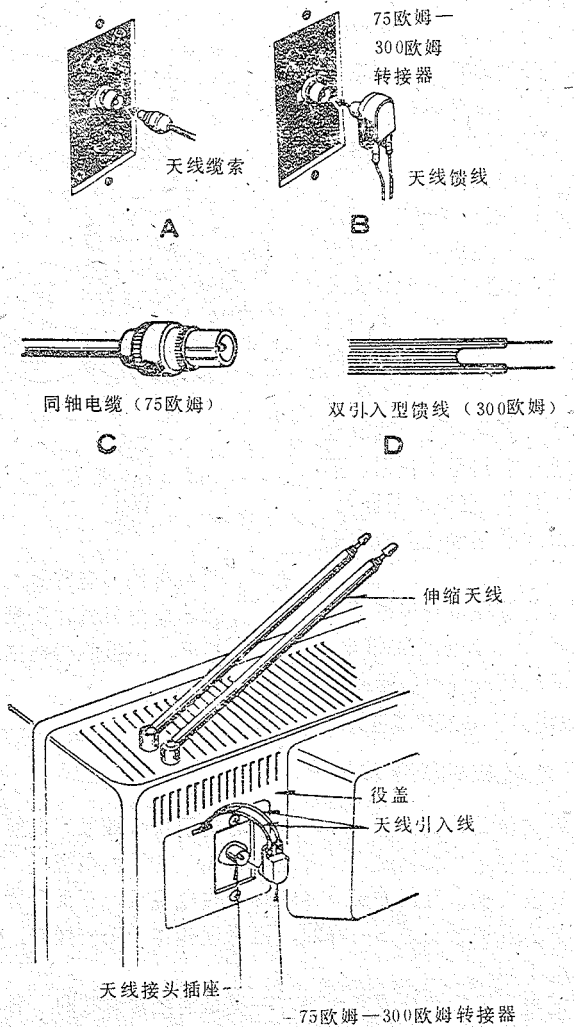

图 6 天线馈线与电视机的匹配连接
(2) 馈线与电视机匹配。电视机一般都带有  $75\Omega/300\Omega$  转换器，因此可以通过转换器直接把馈线与电视机相接，如图6所示。先把电视机机内天线引入线从天线接头插座拔出，然后如果是  $75\Omega$  “同轴电缆”，则按图6中的(A)连接；如果是用  $300\Omega$  平行馈线，则按图6中的(B)相接。
(3) 天线安装与避雷。采用室外天线的单元数不同，重量也不同，因此支撑的木杆或金属杆也就不同，必须选择能经受得住天线重量的撑杆并应考虑台风等强风影响，所以天线安装必须牢靠、结实，抵挡得住台风。另外，要选择合适的安放位置。比如说距离电视台不太远且接收地点与发射台之间没有什么高大建筑物时，室外天线可以安置在屋顶或附近比较高的地方。架设天线时，应使它远离大面积的金属物和其它天线，远离街道以及各种干扰源：如高压线、电梯机房、电话线、各种内燃机、吹风机等。若在地形复杂的山区，由于电磁波在山间的反射，有时天线架设得低些反而比架得高效果好，对准某个山头反而比对准发射台好。所以选择室外天线的最佳位置及方向应根据接收图象、彩色、伴音情况反复实验、调整，然后再固定下来，固定时要坚固可靠。